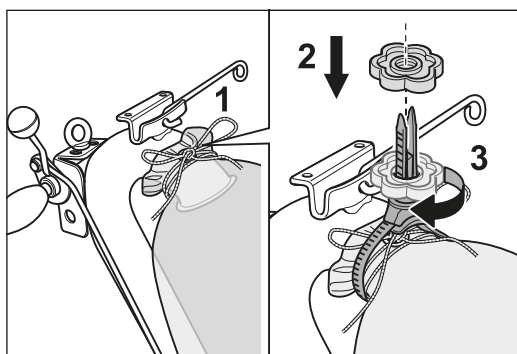

Fig. 6 Montez le sac à poussière sans plis avec la cordelette et le MultiClip.
- 6 Fixer fermement le sac à poussière avec le MultiClip à l'extrémité du tuyau de guidage et veillez, lors du montage, à ce que l'ouverture du tuyau de guidage ne soit pas fermée (fig. 6).